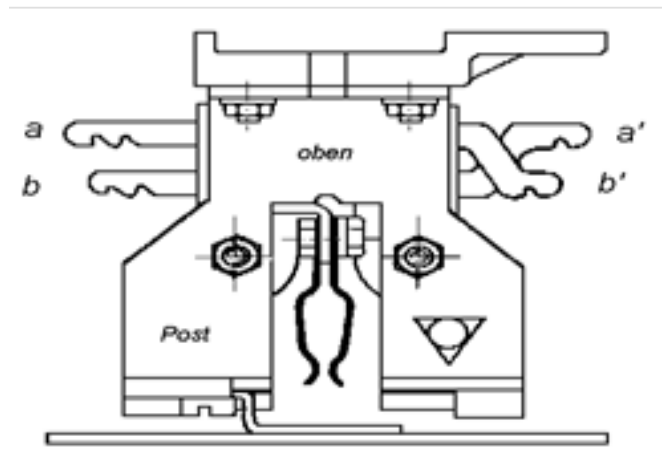
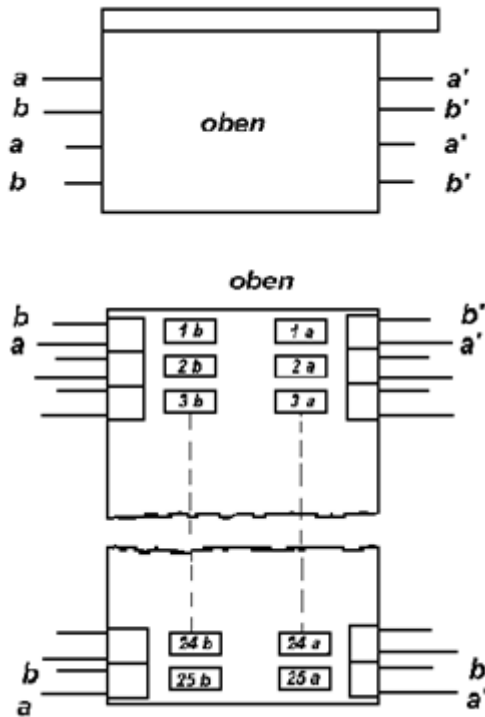

Abbildung 35: Anordnung der Lötfahnen an TrLe 55a zu 25 DA
Abbildung 37: TrLe 55a; Zählweise und Beschriften
- 2) Die Beschaltung und die Belegung der TrLe 55a sind den *Abbildung 35* bis *Abbildung 37* zu entnehmen, für die